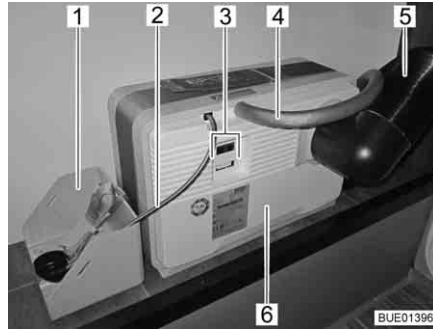
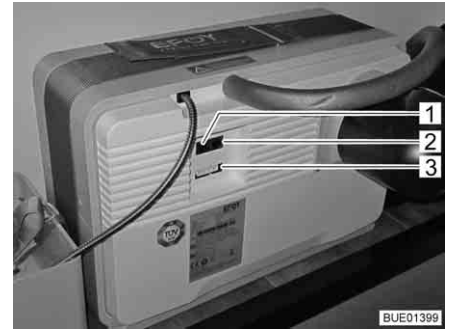
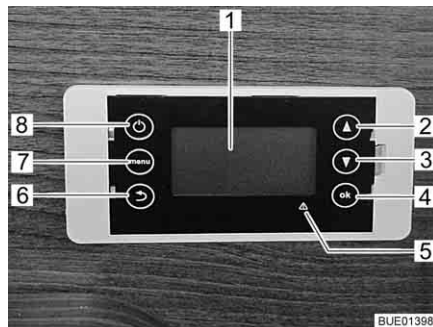

Bild 134 Brennstoffzelle mit Tankpatrone
Bild 135 Anschlussfeld Brennstoffzelle
Bild 136 Bedieneinheit Brennstoffzelle
Die Brennstoffzelle besteht aus mehreren Komponenten, die im Heckstauraum eingebaut sind (Bild 134), sowie aus einer Bedieneinheit (Bild 136) im Wohnbereich.
An der Brennstoffzelle (Bild 134,6) befinden sich:
- der Anschluss für den Abluftschlauch (Bild 134,4) bzw. die Einfüllöffnung für das Service-Fluid
- das Abwärmerohr (Bild 134,5)
- elektrische Anschlüsse (Bild 134,3) mit Datenschnittstelle (Bild 135,2), Geräteanschluss (Bild 135,3) und Anschluss für das Bedienpanel (Bild 135,1)
Zur Brennstoffzelle gehört eine Tankpatrone, die über den Tankanschluss (Bild 134,2) mit der Brennstoffzelle (Bild 134,6) verbunden ist.
Die Tankpatrone ist im Tankpatronenhalter (Bild 134,1) festgezurr.
Die Brennstoffzelle lädt automatisch die Wohnraumbatterien, wenn die Spannung der Wohnraumbatterien unter 12,3 V sinkt und die Brennstoffzelle über die Ein/Aus-Taste (Bild 136,8) eingeschaltet ist.
Das Display (Bild 136,1) der Bedieneinheit ist vierzeilig.
Mit der Menü-Taste (Bild 136,7) lässt sich das Hauptmenü aufrufen:
Bei Störungen leuchtet die rote Störungsanzeige (Bild 136,5) und auf dem Display erscheint eine Meldung. Die Meldung besteht aus einem Fehlercode und Hinweisen, wie die Störung behoben werden kann.